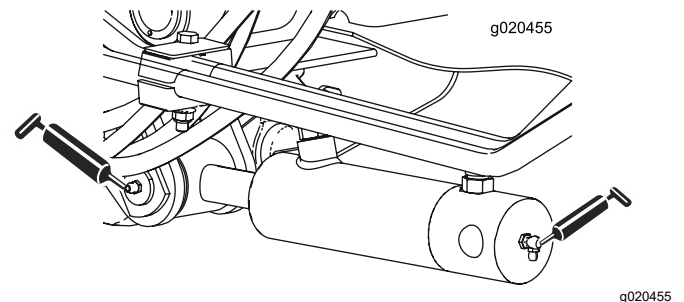

Figura 46
- Casquillos de los cilindros de los brazos de elevación (2 en cada lado) (Figura 46)